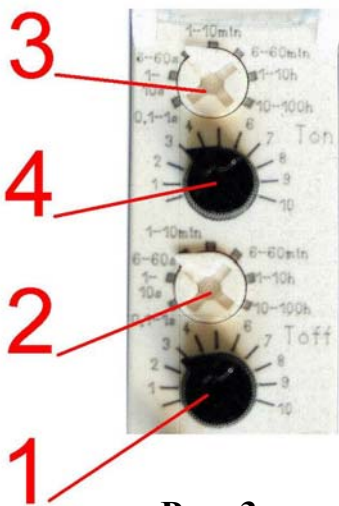

Рис. 3
5.6.3. Реле времени (рис. 3) осуществляет выдачу импульсов на открытие электромагнитного пневмоклапана. Регулировкой устанавливается продолжительность открытия электромагнитного пневмоклапана и интервал между импульсами.